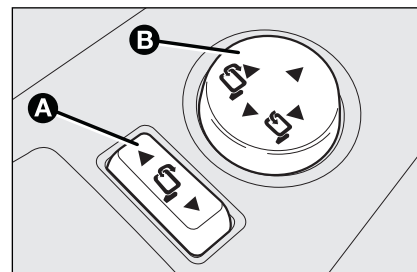

Рис. 36
- ☐ установите переключатель **A** (см. **рис. 36**) в среднее положение (ни одно зеркало не выбрано);
- ☐ сложить зеркало, нажав на соответствующую часть манипулятора **B**, см. **рис. 36**;